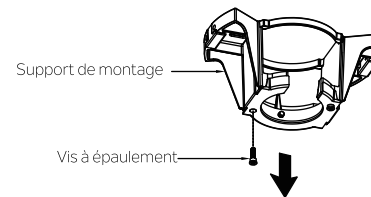

Fig. 14
Étape 1. Retirez l'une des deux vis à épaulement du support de montage. Desserrez la deuxième vis à épaulement sans toutefois la retirer complètement. (Fig. 14)